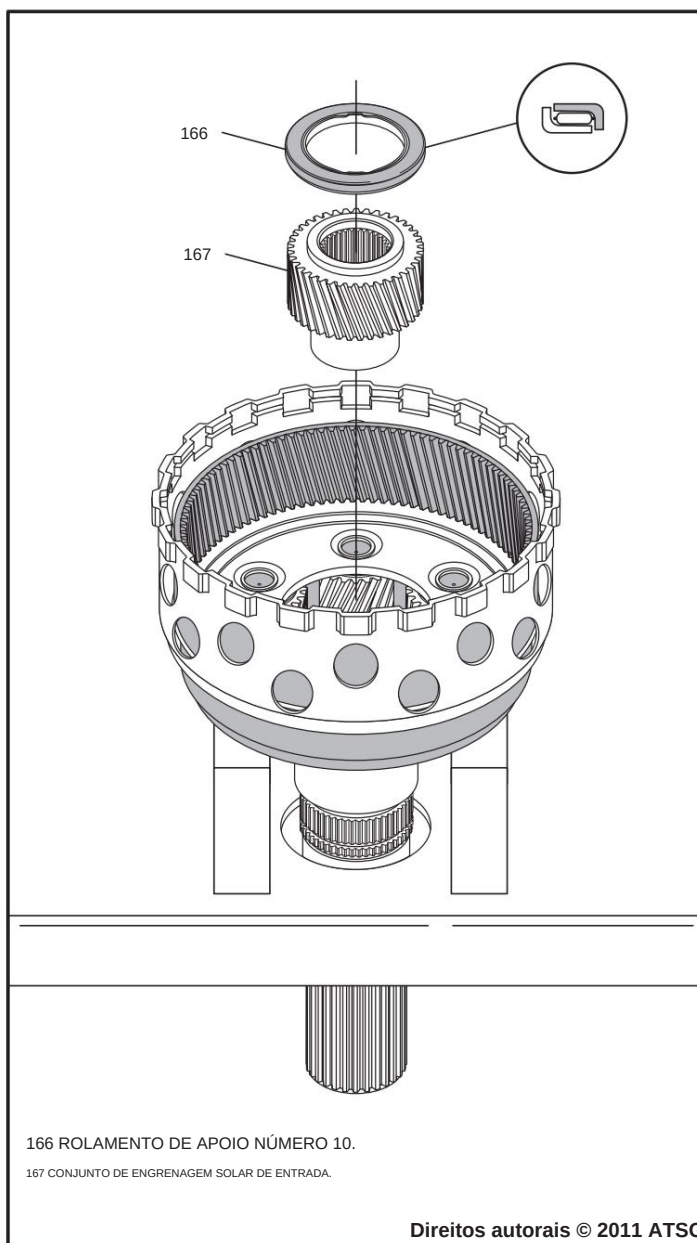

Figura 89
9. Coloque este conjunto sobre blocos e sobre um furo na sua bancada de trabalho, conforme mostrado na Figura 89, de modo que o eixo de saída fique saliente através do furo.
10. Instale a engrenagem solar de entrada na direção mostrada na Figura 89 e engate-a nas engrenagens do pinhão planetário de entrada.
11. Instale o rolamento de impulso número 10 na engrenagem solar de entrada com o lado preto voltado para cima, conforme mostrado na Figura 89.